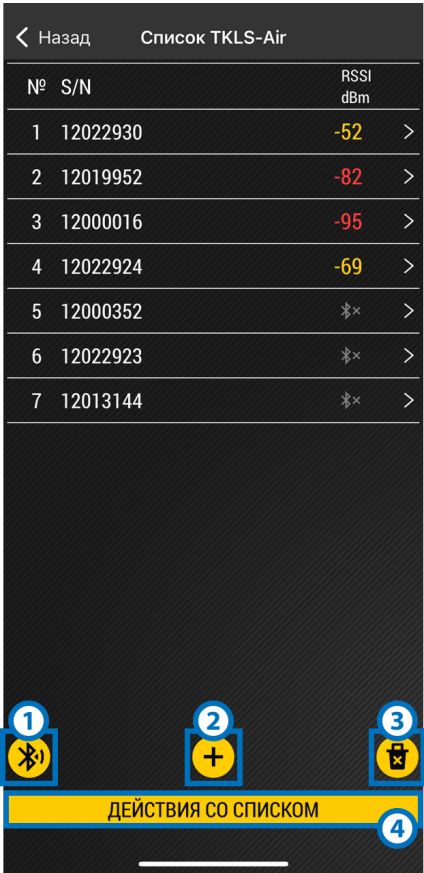
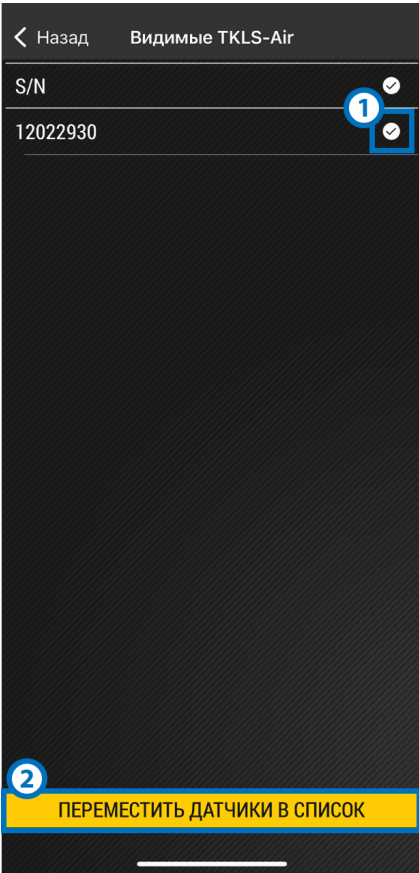
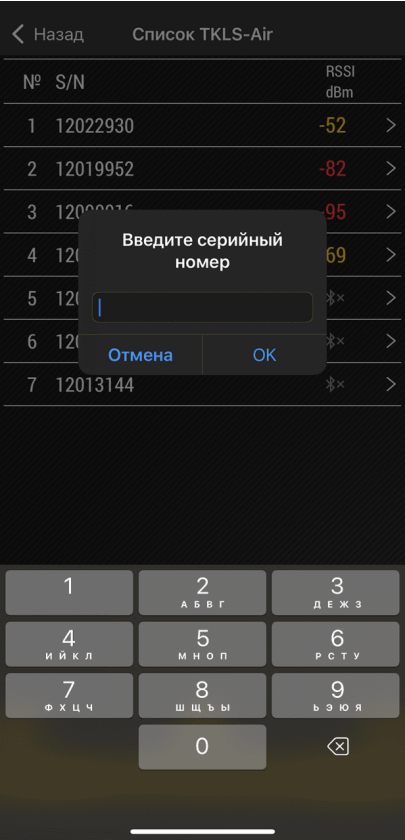
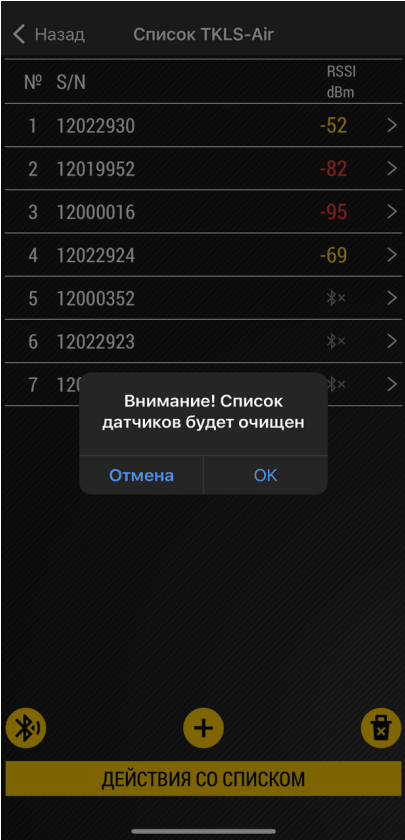

Рис.15. Список TKLS-Air
Рис.16. Видимые TKLS-Air
Рис.17. Ручное добавление
Рис.18. Удаление списка
2. Нажмите на строку **«Список TKLS-Air»**. Откроется список датчиков TKLS-Air, с информацией об уровне сигнала RSSI для каждого устройства из списка, записанного в приемник (Рис.15).
3. Чтобы добавить датчик, который попадает в зону поиска Bluetooth приемника нажмите на кнопку на Рис.15, п.1. Откроется список видимых датчиков. Для выбора беспроводных устройств нажмите на чек-бокс в соответствующей строке (Рис.16, п.1). После завершения выбора нажмите на кнопку **«Переместить датчики в список»** (Рис.16, п.2).
4. Чтобы добавить датчик вручную нажмите кнопку на **Рис.15, п.2**. Нажатие кнопки вызывает всплывающее окно, в которое нужно ввести серийный номер датчика (**Рис.17**).
5. Для удаления всех датчиков из списка нажмите на кнопку **Рис.15, п.3** и подтвердите удаление (**Рис.18**).